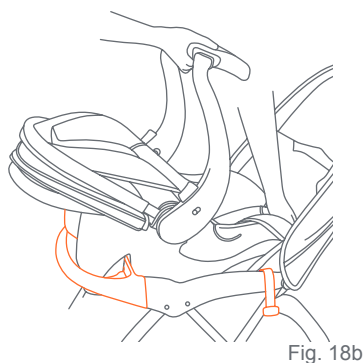

Fig. 18b
• Coloque la Sillita para el Automóvil en dirección a la parte trasera del carrito, de modo que el armazón de la sillita se incorpore a la bandeja delantera y se sujete bien (Fig. 18b).